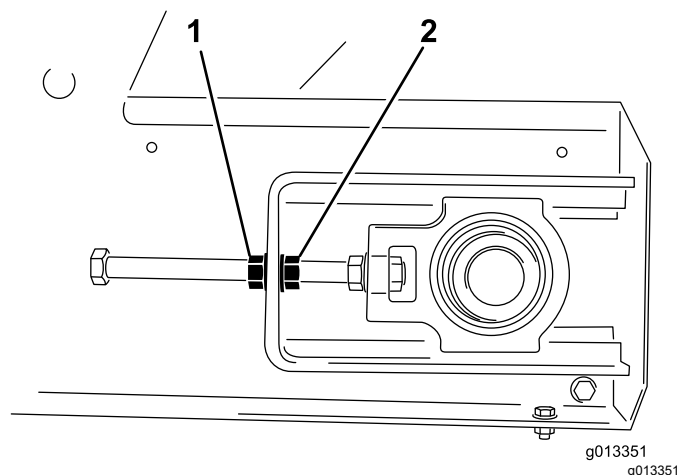

Figure 59
4. Avec deux clés, immobilisez l'extrémité de la tige de tension et desserrez l'écrou de blocage qui est celui le plus près de l'extrémité de la tige (Figure 59).
3. Du côté vers lequel se déporte la bande, immobilisez l'extrémité de la tige de tension et desserrez l'écrou de blocage, puis serrez l'écrou de réglage de la valeur de deux pans (Figure 59).